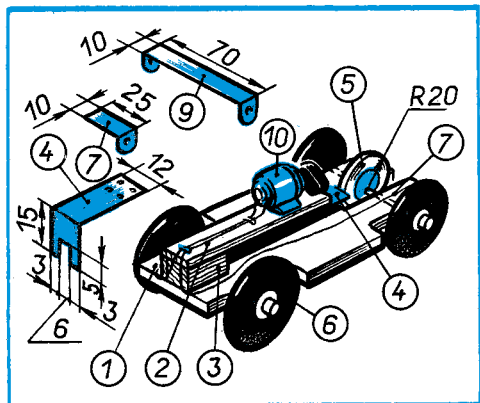

Рис. 107. Колесный виброход.
**Колесный виброход** (рис. 107) назван так потому, что вибрация заставляет двигаться его рабочее колесо.